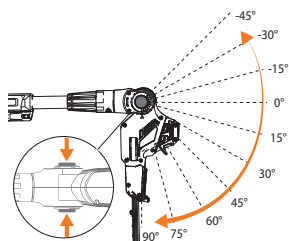

Рис. 12
- Регулировка угла наклона насадки кустореза доступна в 10 положениях для изменения угла в пределах -45° / $+90^{\circ}$. Для изменения угла – зажмите кнопку фиксатора и установите в необходимое положение, после чего отпустите кнопку для фиксации (Рис. 12).